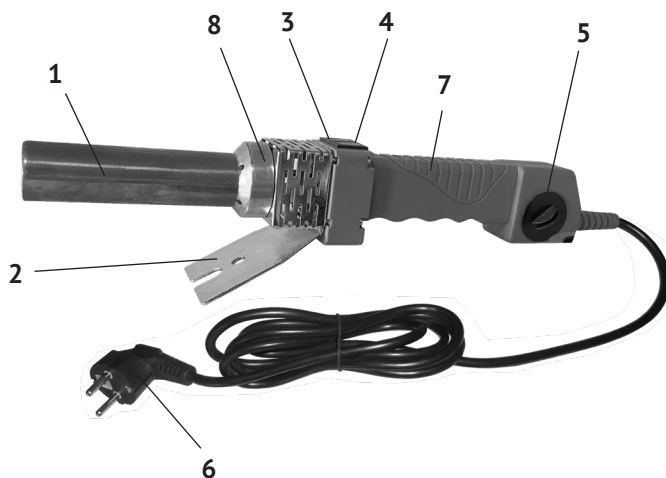

рис. 1
4.1 Общий вид сварочного аппарата представлен на рис. 1
4.2 Включение ТЭНа (при подключённом к сети аппарате) и установка температуры осуществляется ручкой термостата (рис.1 поз.3). Термостат поддерживает (в интервале от 50 до 300 °C) выставленную температуру в автоматическом режиме. Индикатор (рис.1 поз.3) загорается при подключении аппарата к сети питания. Индикатор (рис.1 поз.4) включается при включении термостата и установке выбранной температуры сварки. Радиатор (рис.1 поз.8) отводит тепло от нагретого ТЭНа, понижая температуру корпуса (рис.1 поз.7).
6.1 Из кейса извлеките подставку (рис.1 поз.4). Установите её на ровной и надёжной поверхности рабочего стола (верстака).
6.3 На цилиндр нагревательного элемента (рис.1 поз.1) установите и колдками закрепите парные насадки, необходимые для предстоящей работы. Насадки должны быть чистыми.
7.1 Включите сварочный аппарат в сеть. Включите ручкой (рис.1 поз.3) термостат и установите необходимую (для конкретного материала) температуру сварки.
7.2. Для достижения рабочей температуры нагревательного элемента (рис.1 поз.1) и установленных насадок потребуется некоторое время.
Корректировку температуры производите регулятором температуры нагрева ручкой термостата (рис.1 поз.5).